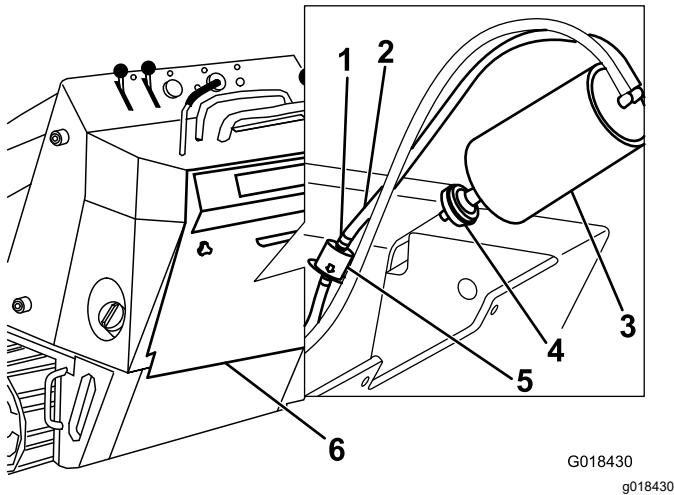

Рисунок 33
4. Снимите и удалите в отходы воздушный фильтр бачка с активированным углем (Рисунок 33).
5. Установите новый фильтр на бачок с активированным углем(Рисунок 33).
бачка с активированным углем в сторону от фильтра (Рисунок 33).
5. Снимите и удалите в отходы фильтр линии продувки (Рисунок 33).
6. Установите новый фильтр в шланг так, чтобы стрелка на фильтре была направлена в сторону, противоположную от бачка с активированным углем, и зафиксируйте его шланговыми хомутами (Рисунок 33).